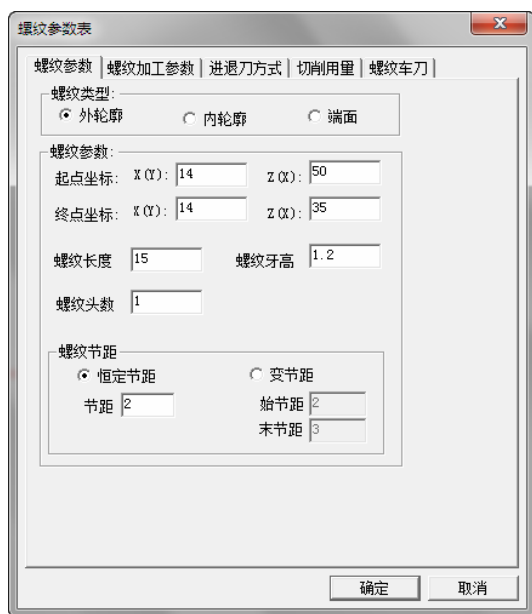

图 4-163 螺纹参数设定
2) 单击“螺纹参数”选项卡，设置具体参数，螺纹类型：外轮廓；螺纹长度：15；螺纹牙高：1.2；螺纹头数：1；螺纹节距：恒定节距，节距为 2，如图 4-163 所示。